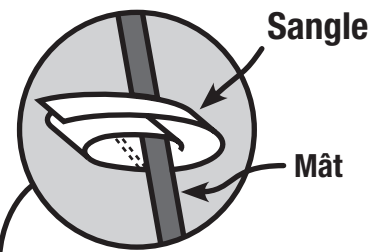

Fig. 11
- Immobilisez le double toit avec les sangles prévues à cet effet sur la face envers du double toit. (Fig. 11)